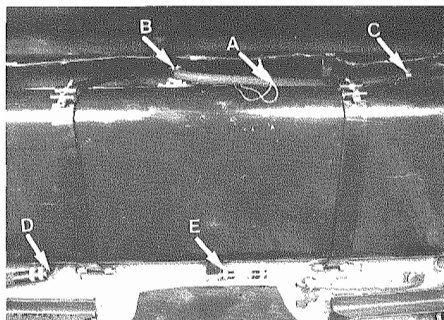
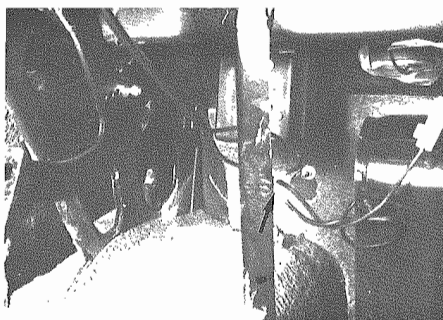

Fig. 4 - A - Cavi elettrici livello carburante - Electric wires, fuel level
Fig. 5 - A - Cavo massa
- Allentare le fascette di fissaggio e smontare i tubi indicati in **Fig. 4**. Chiudere il tubo invio carburante.
- Staccare i cavi elettrici livello carburante (**Fig. 4**) e di massa (**Fig. 5**).
- Allentare le viti a testa esagonale interna sulle fascette di fissaggio (**Fig. 4**) e smontare il serbatoio.
- Slacken hose clamps and remove the tubes indicated in **Fig. 4**. Close fuel supply tube.
- Detach the fuel level electric cables (**Fig. 4**) and ground cable (**Fig. 5**).
- Slacken the hexagonal head bolts on the fixing clamps (**Fig. 4**) and remove fuel tank.